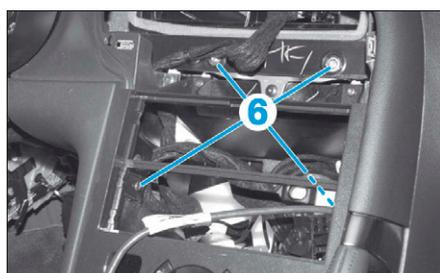

FIG. 31
- Déposer les vis (6) (Fig.31).